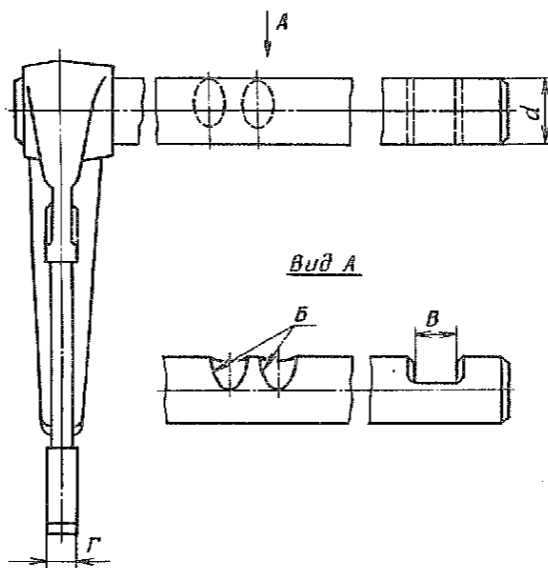

Рис. 178. Вилка включения блокировки заднего моста со штоком в сборе
2.8. Вилка включения блокировки заднего моста со штоком в сборе (рис. 178)